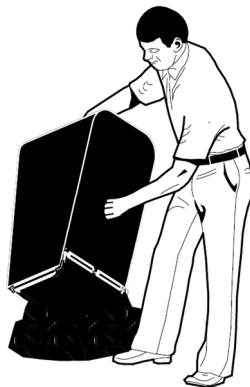

Рис. 23 Опустошение травосборника
5. Удалить траву из травосборника (Рис. 23).